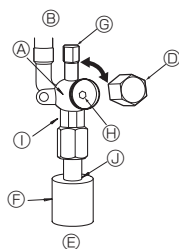

Fig. 4-5
(1) Lato liquidi/gas (Fig. 4-5)
- ① Togliere il cappuccio e girare fino a quando è possibile l'asta della valvola in senso antiorario utilizzando una chiave esagonale du 4 mm. Smettere di girare quando si urta l'otturatore.